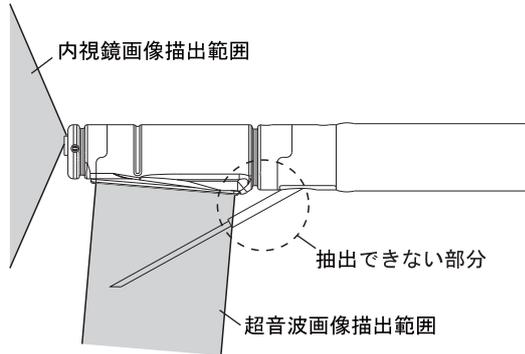

図4
- (1) 検査中または処置中に過度な送気または送ガスを行わないこと。塞栓症を起こすおそれがある。
- (2) 針部が異常に曲がったり、変形したりした穿刺針は使用しないこと。誤刺・出血するおそれがある。
- (3) 穿刺針の挿入は、内視鏡画像および超音波画像で確認しながら行うこと。穿刺針の操作は超音波画像で確認しながら行うこと。内視鏡のわん曲部が曲げられた状態で、穿刺針を鉗子口に挿入しないこと。超音波画像が得られなくなった場合は、ただちに穿刺を中止すること。穿孔や出血のおそれがある。
- (4) 曲がりのある穿刺針は、鉗子口に挿入しないこと。使用中に穿刺針が破損し、誤刺または出血するおそれがある。
- (5) 穿刺前に穿刺部位の周囲を内視鏡画像で観察すること。超音波内視鏡を移動、もしくはわん曲操作を行うときは、超音波内視鏡から穿刺針を引っ込んだ状態にすること。穿刺針は超音波画像で確認できるまではゆっくりと入れること。穿孔や出血のおそれがある。
- (6) 本製品は穿刺時に内視鏡画像および超音波画像で穿刺針を描出できない部分がある。あらかじめ本製品の特徴を理解した上で使用すること。理解せずに使用すると、穿孔や出血のおそれがある。 ※ 本製品の振動子は、操作部から見て下方向（DOWN側）に取り付いている。（図4参照）
- (7) 穿刺針は、先端が超音波画像で確認できるまではゆっくりと挿入すること。誤刺や出血をするおそれがある。